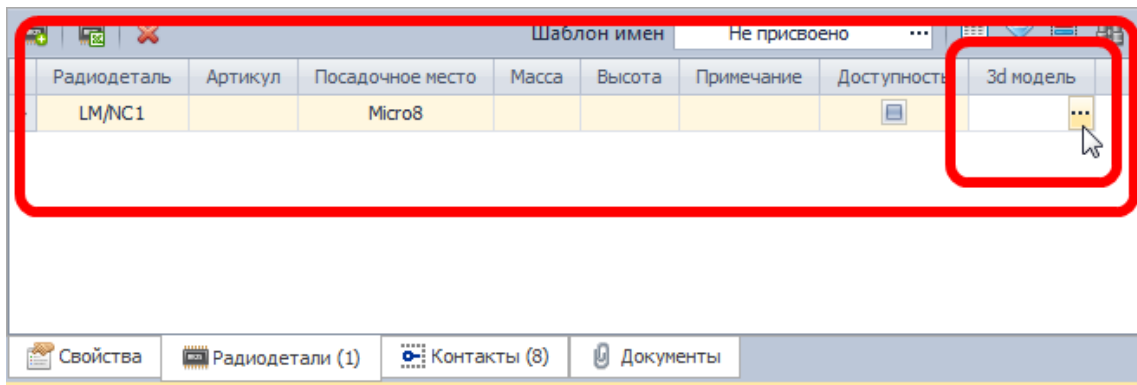

Рис. 307. Атрибут 3d модели в редакторе компонентов
2. В редакторе компонентов, на закладке «Радиодетали», нажать на символ ***, расположенный в колонке атрибута, созданного в п. 1, см. Рис. 307.